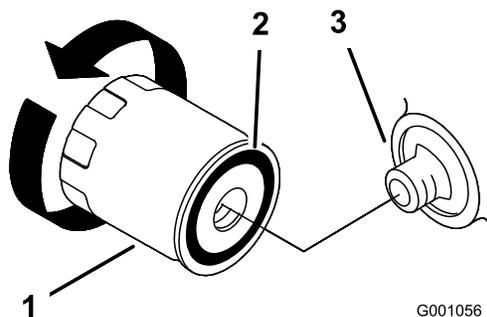

Figure 26
- Déposez le filtre à huile usagé et essuyez la surface du joint de l'adaptateur (Figure 26).
- Appliquez une fine couche d'huile neuve sur le joint en caoutchouc du filtre de rechange (Figure 26).
- Posez le filtre à huile de rechange sur l'adaptateur, tournez le filtre dans le sens horaire jusqu'à ce que le joint en caoutchouc rencontre l'adaptateur, puis serrez le filtre de 2/3 de tour à 1 tour supplémentaire (Figure 26).